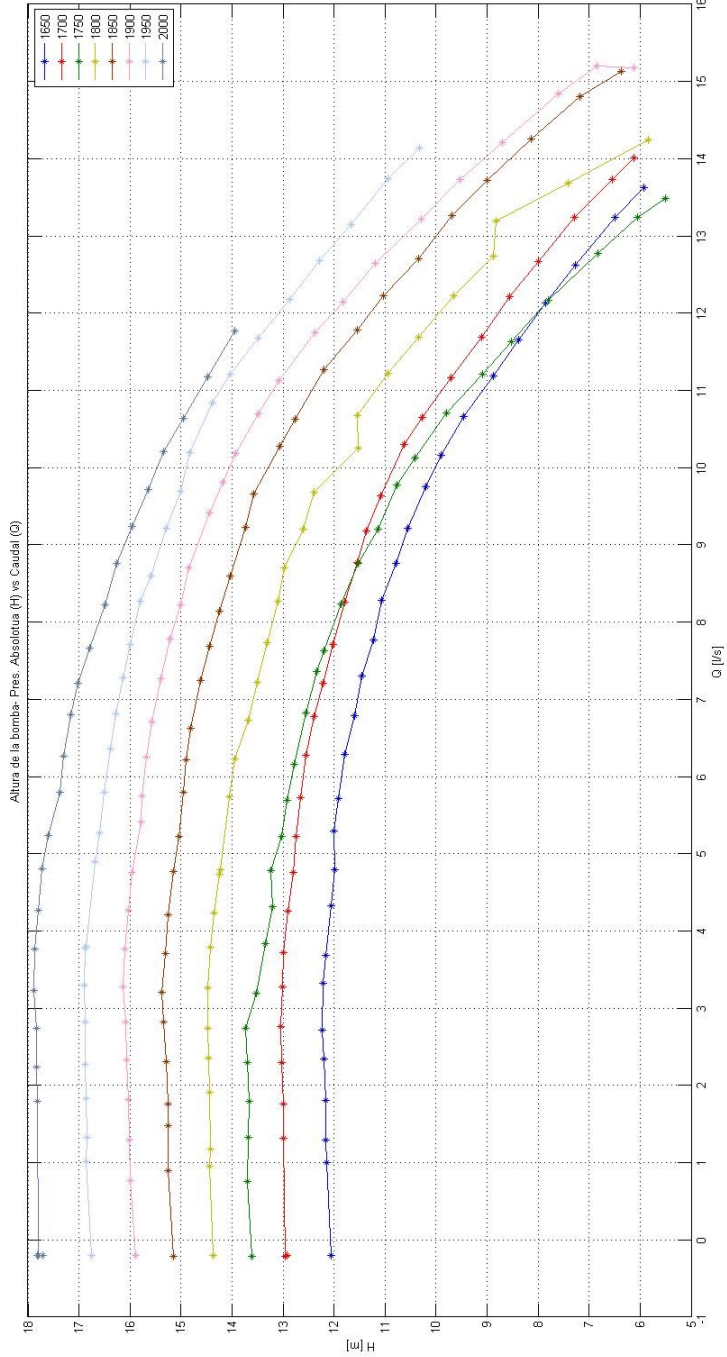

Figura 5.7: Curvas de la Turbomáquina
Para poder tener una idea de las capacidades de bombeo de la turbomáquina seleccionada se realizaron las curvas de la bomba, es decir, las curvas de catálogo de cabeza (H) contra caudal (Q) para diferentes revoluciones, el resultado se presenta en la Figura 5.7.